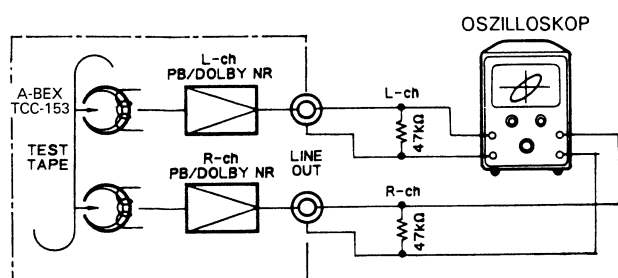

Abb. 2-1
- (1) Nach der Überprüfung des Bandtransports die Testcassette (A-BEX TCC-153) einlegen. Abb. 2-1